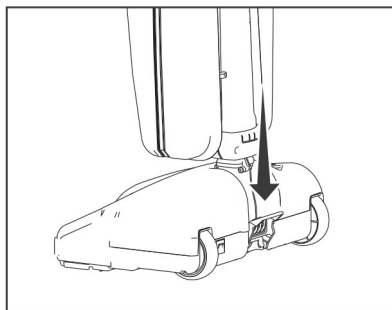

Fig. 1
1. Appuyez sur la pédale de déverrouillage de la poignée une fois pour mettre la poignée en position de nettoyage normal (Fig. 1).